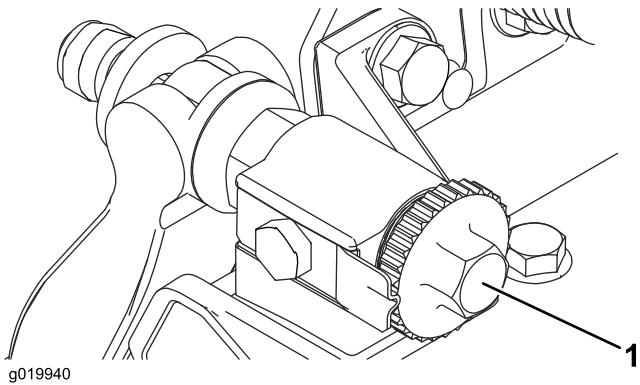

図 17
- 1. カッティングユニットを平らな水平の作業台の上に置く。ベッドバー調整ねじを左に回してベッドナイフとリールの接触をなくす図 17。